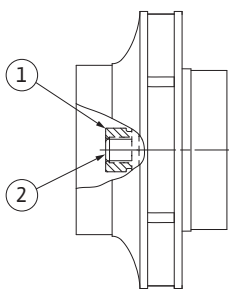

Fig. 55: Töörattamutrit korrektne asend pärast paigaldamist
29. Hoidke völli kinni (vt töösammu 24) ja kinnitage tööratta mutter ettenähtud pingutusmomendiga (vt loetelu „Tabel 11. Kruvide pingutusmomendid” leheküljel 52). Mutter (Fig. 55, pos 1) peab olema täpsusega $\pm 0,5$ mm völli otsaga (Fig. 55, pos 2) samas tasapinnas. Kui see ei ole nii, tuleb mutter vabastada ja töösamme 25 kuni 29 korrata.